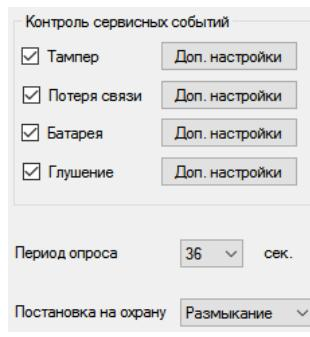

РИС. 23. Меню настройки сервисных выходов в закладке «Радиошлейфы»
Будьте внимательны с настройками разных датчиков и их привязкой к зонам! Охранный датчик открытия двери/окна может быть настроен для работы в бистабильном режиме. Зона, в которую приписан такой датчик будет менять свое состояние в зависимости от состояния бистабильного датчика. Если зона, к которой приписаны датчики, работающие в импульсном режиме, и датчики, работающие в бистабильном режиме, активирована бистабильным датчиком, то сработки импульсных датчиков будут игнорироваться до тех пор, пока бистабильный датчик не войдет в нормальное состояние. Например, если к одной зоне приписаны датчики движения, всегда работающие в импульсном режиме, и датчик открытия двери, настроенный на работу в бистабильном режиме, то в случае, если дверь была открыта, но не была закрыта — зона активируется и тревоги от датчиков движения приемником не воспринимаются! Если в помещении зафиксировано движение, а дверь при этом закрыта (бистабильный датчик в нормальном состоянии, зона не активна), то тревога, переданная датчиками движения, будет принята, охранная зона выдаст сработку. Не забывайте, чем больше период опроса (РИС. 23) датчиков в секундах (изменяется в интервале 12–300с, по умолчанию 36с) тем больше срок службы батареи на беспроводных датчиках! В то же время не рекомендуется использовать большой период опроса в критичных к задержкам охранных системах, например, в финансовых учреждениях. Слишком большой период опроса увеличивает временной диапазон передачи статусов от датчиков, что влияет на оперативность реагирования системы охраны на сервисные события (на тревожные события система всегда реагирует мгновенно).
6.6. Четыре выхода (T, S, B, J) соответствуют сервисным зонам (РИС. 18). Сервисные зоны используются для передачи на централь служебной информации. Работа сервисных выходов настраиваемая (РИС. 23), они могут быть импульсными или бистабильными. Предусмотрена возможность полного отключения сервисных выходов, если они не используются в охранной системе. Для отключения нужно убрать галочку из чекбокса напротив названия соответствующего выхода в конфигураторе (РИС. 23).